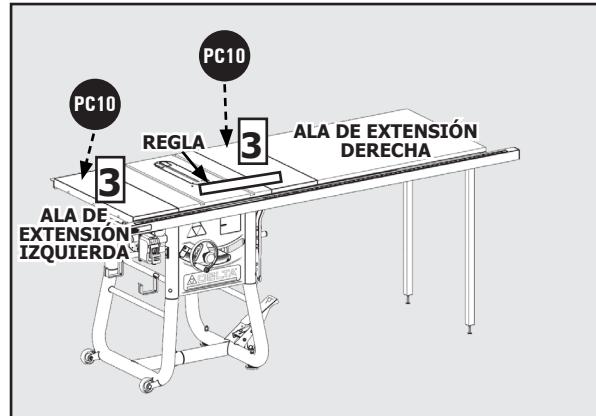

Figura 10
4. Fije el ala de extensión del lado izquierdo **PC10** [3] al lado de la mesa de la sierra usando tres tornillos de cabeza hexagonal de 5/16 18 x 7/8 pulgadas con arandelas de seguridad divididas **HP7**. Vea la Figura 10.
4. Fije las alas de extensión **PC10** [3] a la mesa utilizando tres tornillos de cabeza hexagonal de 5/16-18 x 7/8 pulgadas con arandelas de seguridad divididas **HP7** para cada ala. Véase la Figura 10.
NOTA: Utilice una regla para asegurarse de que los bordes superiores de las alas están al ras con la parte superior de la mesa. Véase la Figura 10.